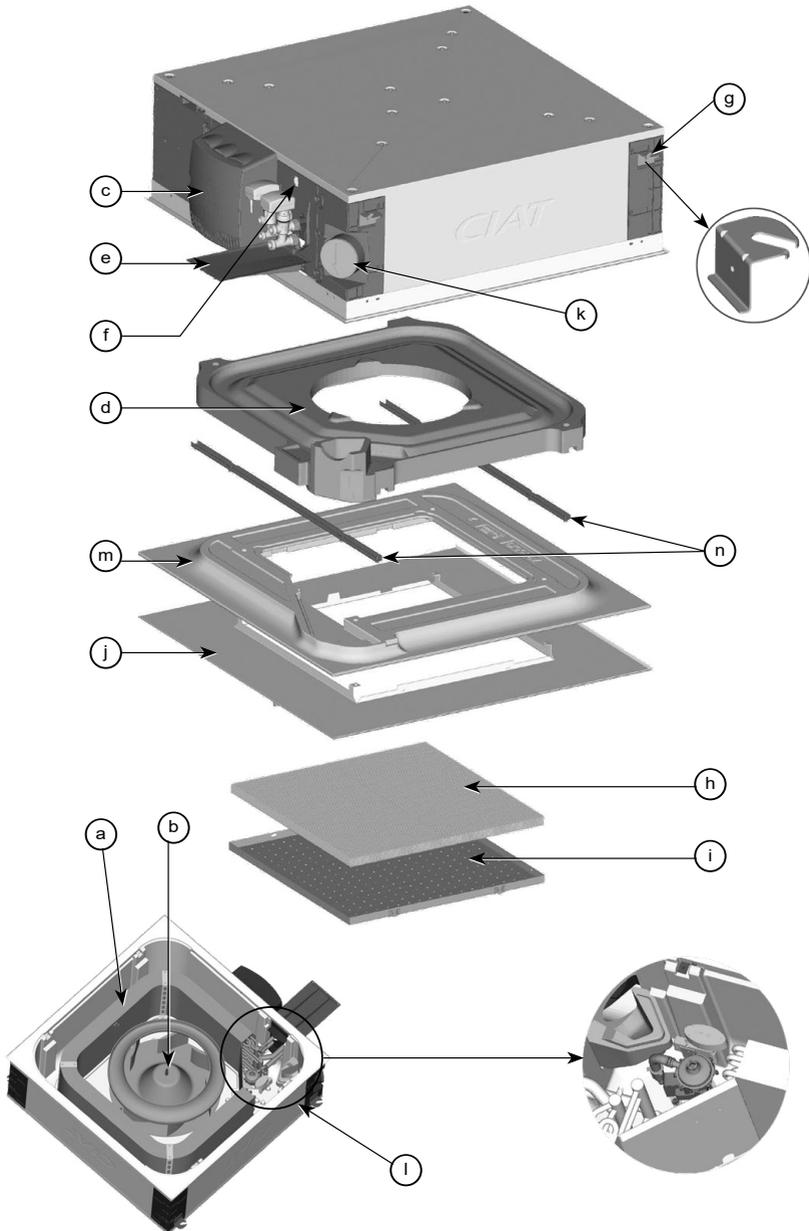

Fig. 2
3.1 - Placa de características (fig. 2)